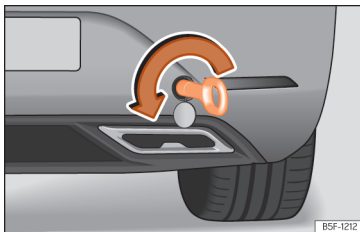

Abb. 214 Auf der rechten Seite des hinteren Stoßfängers: Eingeschraubte Abschleppöse.
- Drehen Sie die Abschleppöse **entgegen dem Uhrzeigersinn** so fest wie möglich in die Aufnahme »» [Abb. 214], »» ☉. Verwenden Sie ein geeignetes Hilfsmittel, um die Abschleppöse festzuziehen.